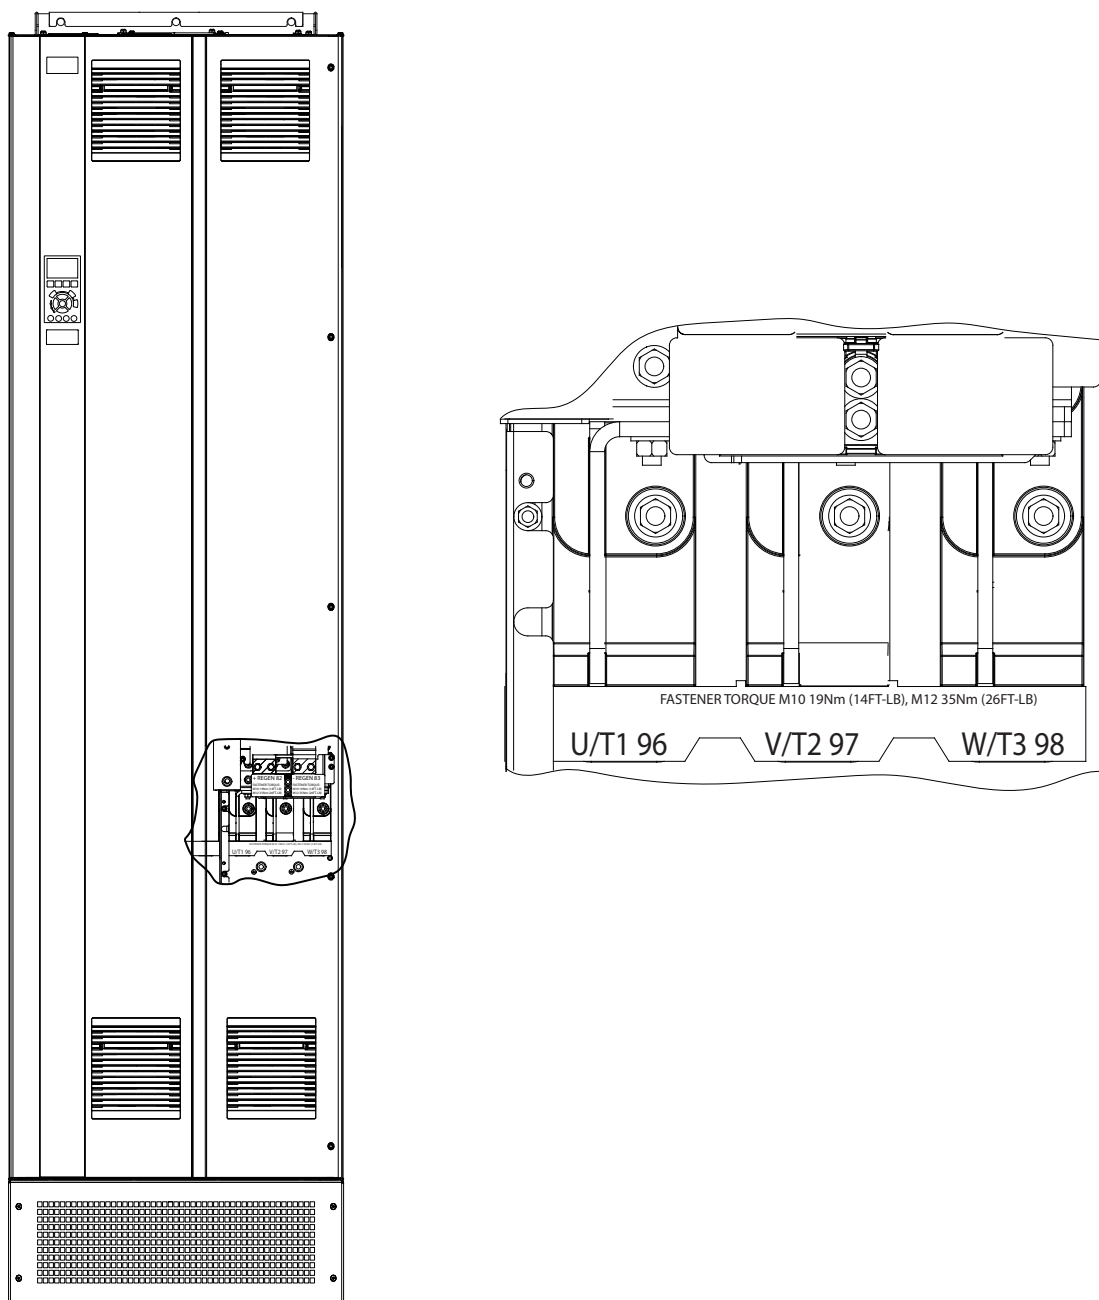

Bild 5.3 Växelström, motorplintar (E1h visas). En detaljerad vy över plintarna finns i *kapitel 5.7 Plintdimensioner*.
4. Anslut trefasmotorkablarna till plint 96 (U), 97 (V) och 98 (W), se *Bild 5.3*.